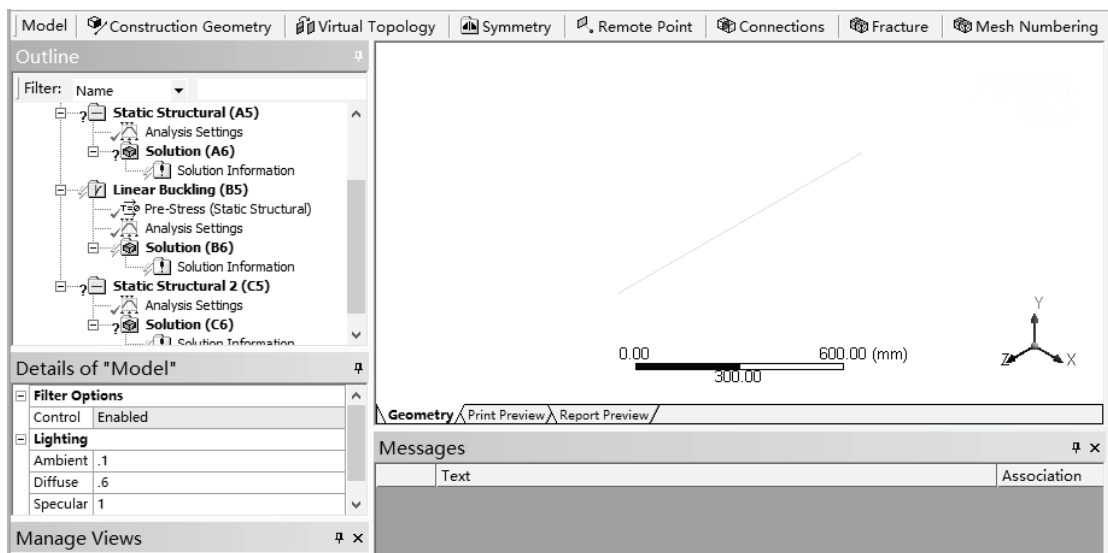

图 9-4 Mechanical 界面
1) 双击主界面项目管理区项目 A 中的 A3 栏 Model 项, 进入 Mechanical 界面, 在该界面下即可进行网格的划分、分析设置、结果查看等操作, 如图 9-4 所示。